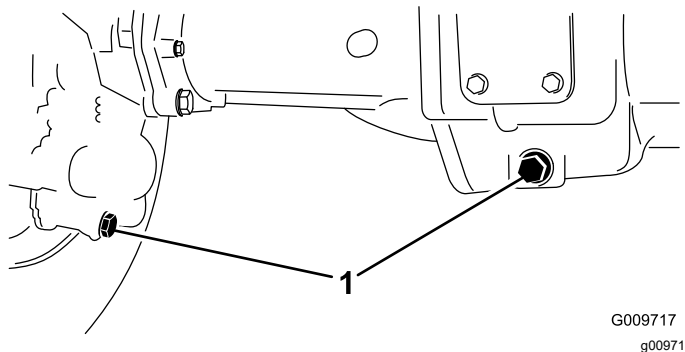

Figura 106
2. Limpe a zona em redor dos 3 tampões de escoamento, 1 em cada extremidade e 1 no centro (Figura 106).